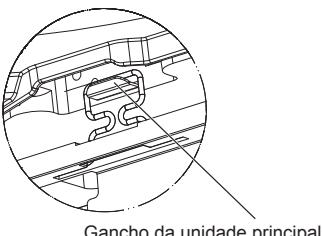

Fig. 10-5
- Alineie os orifícios dos parafusos existentes nos cantos da grelha com os orifícios de montagem dos parafusos existentes nos cantos da unidade principal, engate os dois ganchos da grelha nas saliências do reservatório de drenagem na unidade principal e suspenda temporariamente a grelha. (Fig. 10-5)
- Depois de apertar o parafuso, confirme se os dois ganchos da grelha (Fig. 10-5) estão engatados nos ganchos da unidade principal.